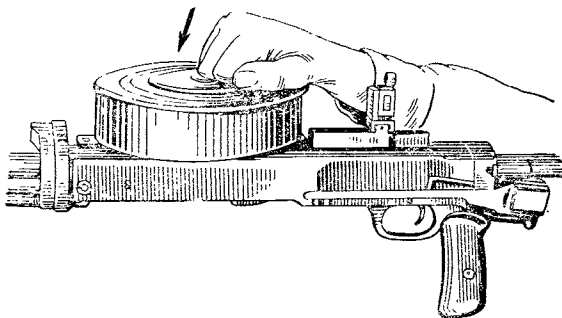

Рис. 76. Присоединение магазина к пулемету
4. Установить снаряженный магазин (рис. 76), для чего соединить зацеп коробки магазина с упором на ствольной коробке и опустить приемник магазина в верхнее окно ствольной коробки, затем